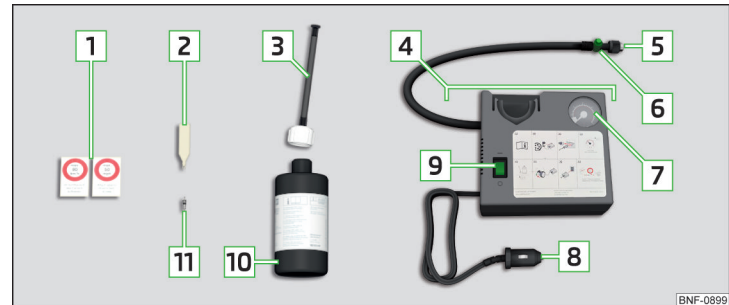

Abb. 249 Pannensetbeschreibung
- ▶ Den Ventileinsatzdreher **2** » **Abb. 249 auf Seite 223** auf den Ventileinsatz stecken, sodass der Ventileinsatz in den Schlitz des Ventileinsatzdrehers passt.
- ▶ Den Reifenfüllschlauch **5** » **Abb. 249 auf Seite 223** fest auf das Reifenventil schrauben.